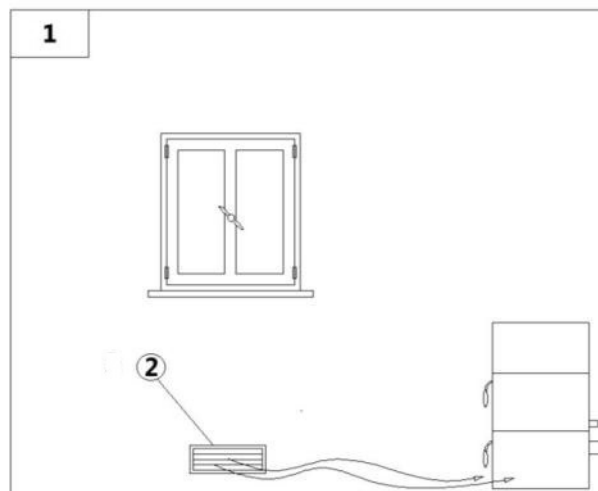

Fig. 10 - Directe luchttoevoer
LEGENDA Fig. 10
- De luchttoevoer tussen de buitenlucht en het vertrek kan zowel direct plaatsvinden, via een opening in de buitenmuur van het vertrek (zie **Fig. 10**).